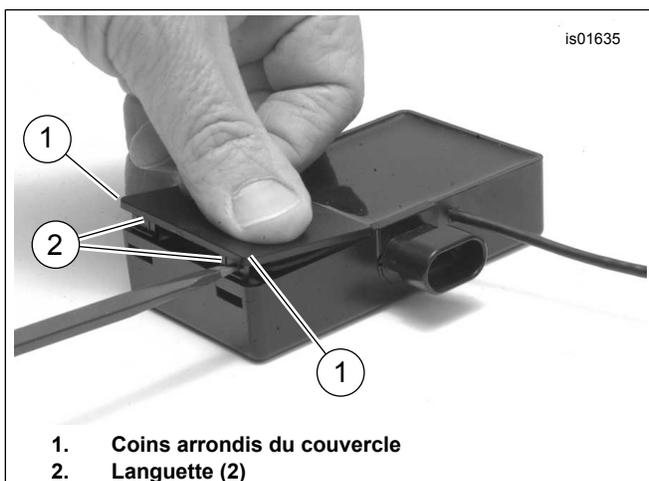

Figure 6. Insérez les languettes dans les fentes (Smart Siren II)
5. Voir Figure 6. Placez le couvercle de la batterie **d'origine** sur la boîtier de la sirène avec les coins arrondis (1) tournés vers l'extérieur du boîtier.
6. Enfoncez le couvercle sur le boîtier de la sirène et appuyez sur les languettes (2) à l'aide du tournevis jusqu'à ce que les languettes se clipsent dans les fentes du boîtier.